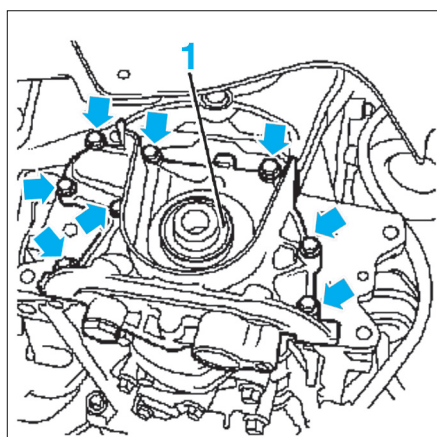

FIG. 17
- Déposer le carter de pompe à huile et récupérer le joint d'étanchéité (1) (fig. 17).